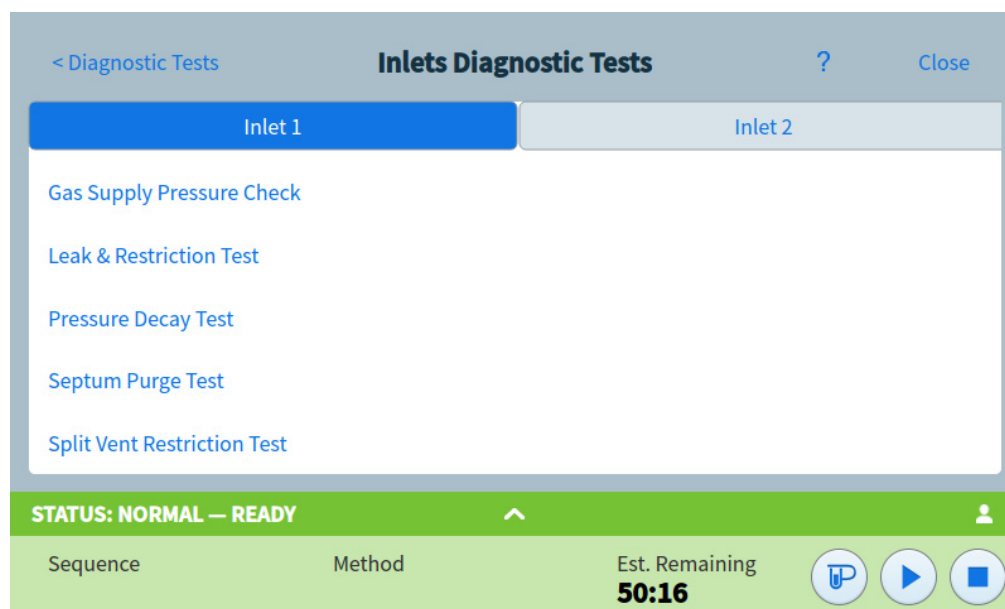

Abbildung 41. Seite „Inlet Diagnostic Tests“
- 3 Wählen Sie je nach Bedarf **Inlets** (Einlässe), **Detectors** (Detektoren) oder einen anderen Link. Die entsprechende Seite wird eingeblendet. Beispielsweise wird durch Drücken auf **Inlets (Einlässe)** die Seite „Inlet Diagnostic Tests“ (Einlass-Diagnosetests) aufgerufen. Siehe **Abbildung 41**.